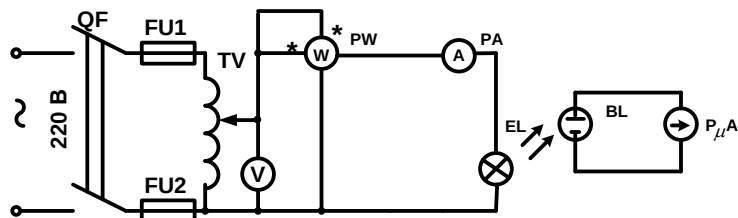

Рис.1.2
2. Собрать электрическую схему (рис.1.2) для снятия электрических и световых характеристик ламп накаливания и ознакомиться с внешним видом и схемой люксметра (рис.1.3 и рис.1.4)
2. Собрать электрическую схему (рис.1.2) для снятия электрических и световых характеристик люминесцентной лампы